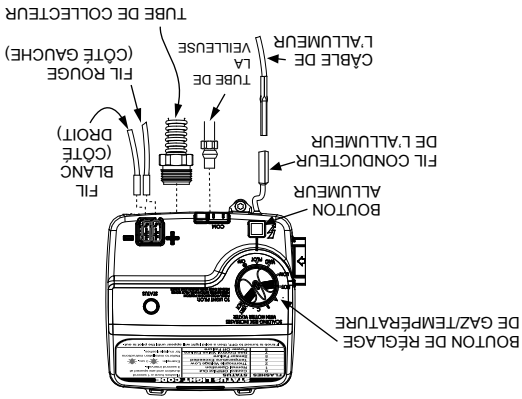

FIGURE 20.
8. Reconnecter le fil de l'allumeur (Figure 20).
4. Déconnecter le fil de l'allumeur du fil conducteur de l'allumeur. Utiliser une pince à bec effilé pour déconnecter les fils rouge (+) et blanc (-) de la thermopile. Déconnecter le tube de la veilleuse (clé 7/16 po SAE) et le tube du collecteur (clé 3/4 po SAE) au niveau du régulateur de gaz/thermostat (Figure 20). REMARQUE : Le tube du collecteur comprend un filetage à pas (à gauche) pour les systèmes au gaz G.P.L. Consulter la section « Tuyauterie de gaz » (Figure 3) et débancher le raccord à joint rodé dans la tuyauterie de gaz. Débrancher l'autre tuyau du module de commande de gaz/thermostat.
6. Reconnecter le tube du collecteur (clé 3/4 po SAE) et le tube de la veilleuse (clé 7/16 po SAE) au régulateur de gaz/thermostat (Figure 20). Ne pas fausser le filetage ou appliquer de mastic pour filetage à ces raccords.
1. Mettre le bouton de la commande de gaz/température en position « ARRÊT (OFF) » (Figure 20).
5. Déconnecter ce qui suit du régulateur de gaz/thermostat : le tube de la veilleuse (clé SAE 7/16 po), le fil de l'allumeur (du fil conducteur de l'allumeur), et le tube du collecteur (clé SAE 3/4 po). Voir Figure 20.